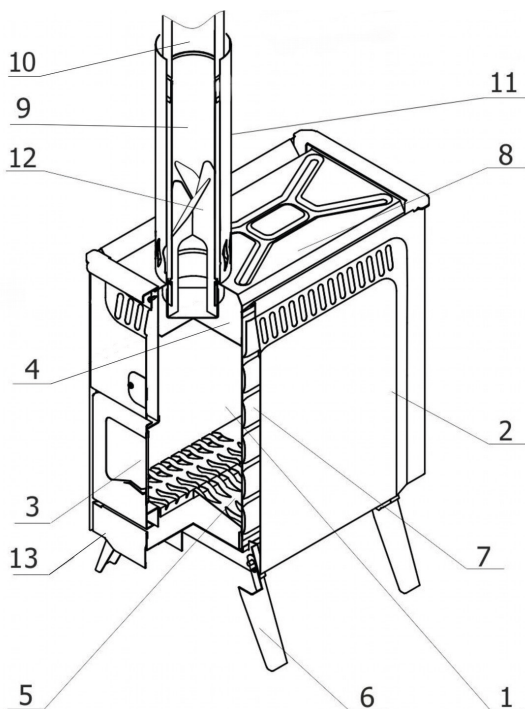

Рисунок 1 Общий вид портативной печи «АЛТАЙ»
Печь изготовлена из листовой нержавеющей стали с содержанием хрома 13%, что обеспечивает длительный процесс эксплуатации при высоких температурах. Конструктивно печь состоит из топки (1) (рис. 1), заключённой в конвектор (2), и дверки (3). Внутри топки размещены отсекающий пламени (4), обеспечивающий оборот горячих дымовых газов и в результате лучший прогрев стенок печи, и колосник (5). Печь установлена на шарнирно закреплённых на топке ножках (6), мягкий сухой и исключительно лёгкий пар может быть получен со встроенного парообразователя (7) сразу после выхода печи на рабочий режим, т. е. через 5-10 минут после начала топки печи. Для организации дымохода в комплект печи входят переходной патрубок (9), пять дымовых труб (10), защитная труба (11) и искрогаситель (12). Внешний вид элементов дымохода показан на рис. 2. Ящик зольника (13) позволяет легко удалять золу из топки, в том числе во время работы печи.